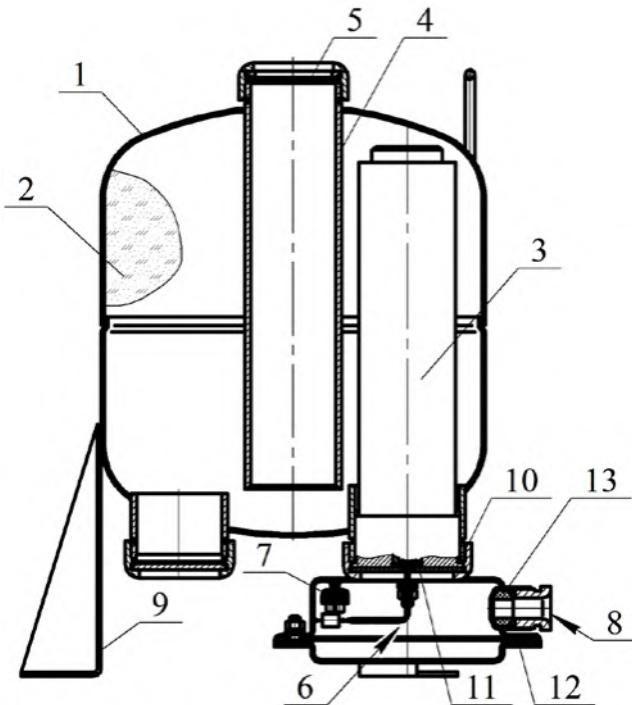

Рисунок 1
1.4.1.1 МПП (см. рисунок 1) состоит из корпуса **1**, в котором размещаются огнетушащий порошок (ОП) **2** и источник холодного газа (ИХГ) **3**. В верхней части корпуса находится насадок-распылитель **4**, который также выполняет функцию сифонной трубки при выпуске ОП из корпуса. Выходное отверстие насадка-распылителя перекрыто мембраной **5**. Соединительные провода элемента электропускового ИХГ выведены в коробку **6** через герметизированный узел в корпусе МПП, обеспечивающий требуемую (не ниже IP67) степень защиты от внешних воздействий. Наружные концы проводов элемента электропускового (при монтаже по разделу 6 настоящего паспорта) присоединены к зажиму контактному винтовому **7**, установленному в коробке **6** со степенью защиты IP65. Электрические зазоры и пути утечки между неизолированными токоведущими частями (контактных зажимов и проводников) составляют 3 мм. Монтажный кабель через кабельный ввод **8** входит в коробку **6** и подключается к зажиму контактному винтовому **7**.